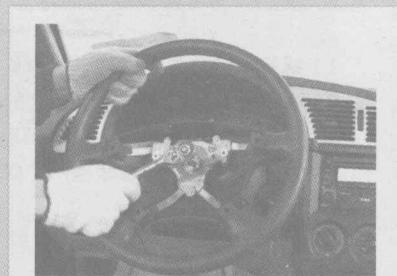

图2-7 转向盘紧固
- 1) 检查转向盘紧固螺母，若松动，应予紧固，如图2-7所示。再检查转向装置滑动花键部分的磨损情况，若磨损过大，应予更换转向传动叉。